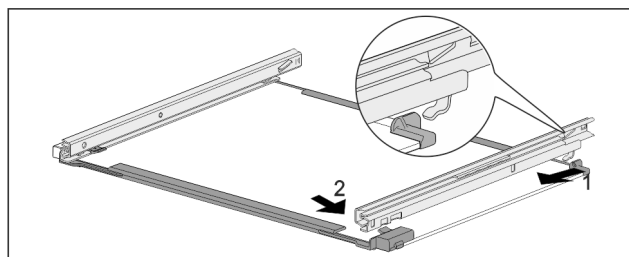

Fig. 134 Placa de sticlă cu șine
- Agățați șina în partea din spate. Fig. 134 (1)
- Înclicetați șina în partea din față. Fig. 134 (2)